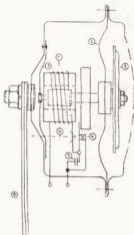

Bild 277
Aus Bild d 276 ist ersichtlich, dass das Signalhorn nur bei eingeschalteter Zündung arbeiten kann. Der Strom wird von der Batterie kommend über die 10 A-Sicherung zum Verbraucher geführt. Im Kombischalter am linken Lenkergriff betätigt sich der Signalhornschieber, der bei Betätigung über den Lenker eine Verbindung nach Masse und damit zum Minuspol der Batterie herstellt. Das Signalhorn hat bei der Nennspannung von 12 V und einer Nennleistung von rund 30 W einen Widerstand von etwa 2,4 Ohm. Ein Ohmmeter, mit seinen Prüfspitzen an die beiden Anschlussklemmen des vom Bordnetz getrennten Signalhorns angelegt, muss diesen Wert anzeigen, wenn das Horn selbst in Ordnung ist. Bild 277 zeigt den inneren Aufbau eines Signalhorns. Man sieht, dass die Schwingungen der Membran des Signalhorns durch einen Satz sich selbst steuernder Unterbrecherkontakte erzeugt werden, deren Öffnungsfunktion wie bei der Zündanlage durch einen Kondensator „glöscht“ werden.
- Oft genügt es, eine Änderung der Einstellung an der Stellschraube (-6- in Bild 277) vorzunehmen, um dem Horn zu neuem Leben zu verhelfen.